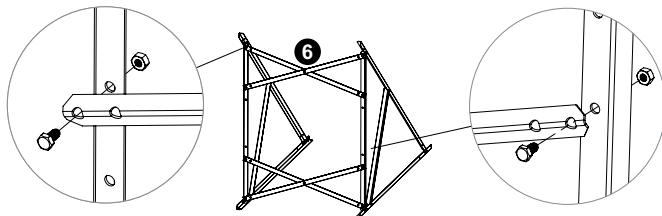

Figura 2.4
- 4 Posizionare le barre **6** incrociandole come nella Figura 2.4 e stringere tutti i bulloni.